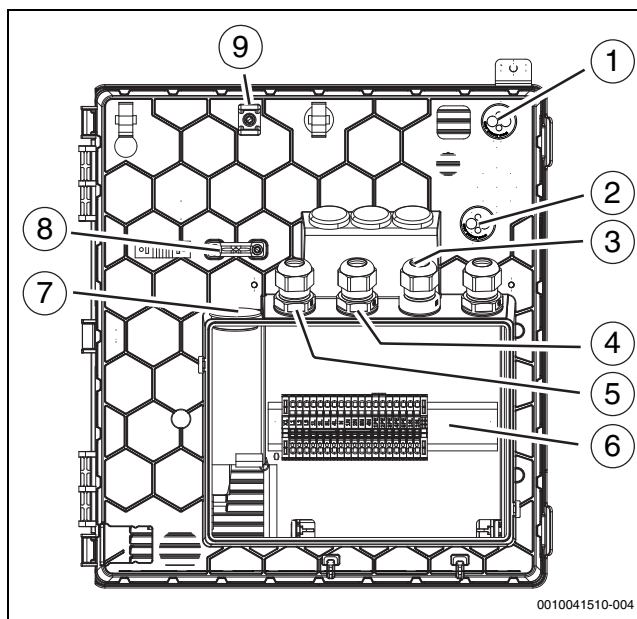

Bild 32 Kabeldurchführungen zum Klemmenkasten
Bei Kabeldurchführungen (→Abbildung 32 [1], [2], [7]) genügt ein kleiner Einstich in die Membran, dann können die Leitungen durchgeschoben werden.
- Nach dem Einführen der Kabel die Kabelverschraubungen festziehen (→Abbildung 32 [3], [4], [5]).
- Die festgelegten Befestigungspunkte [9] für die Befestigung der durch die Einführungen geführten Kabel verwenden (→Abbildung 32 [1], [2]).